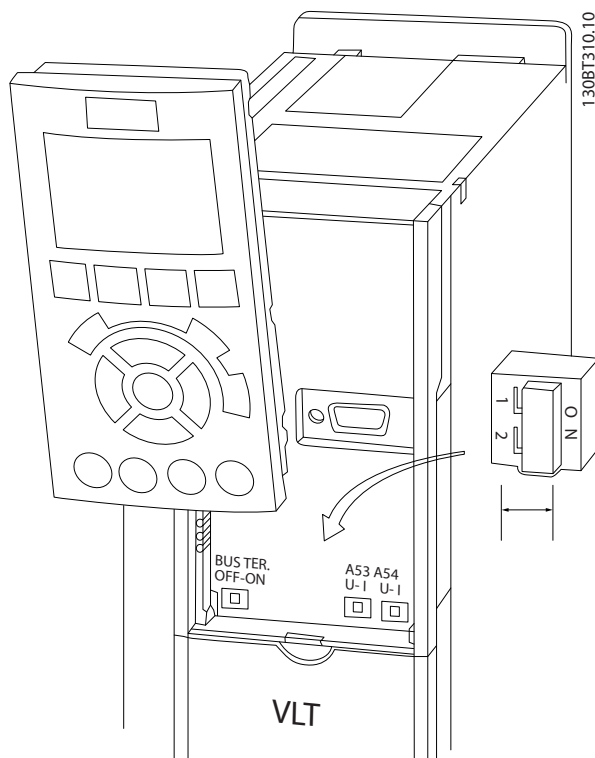

图 2.31 端子 53 和 54 开关及总线端接开关的位置
- 在拆下 LCP 后可以看到这些开关 (请参阅图 2.31)。